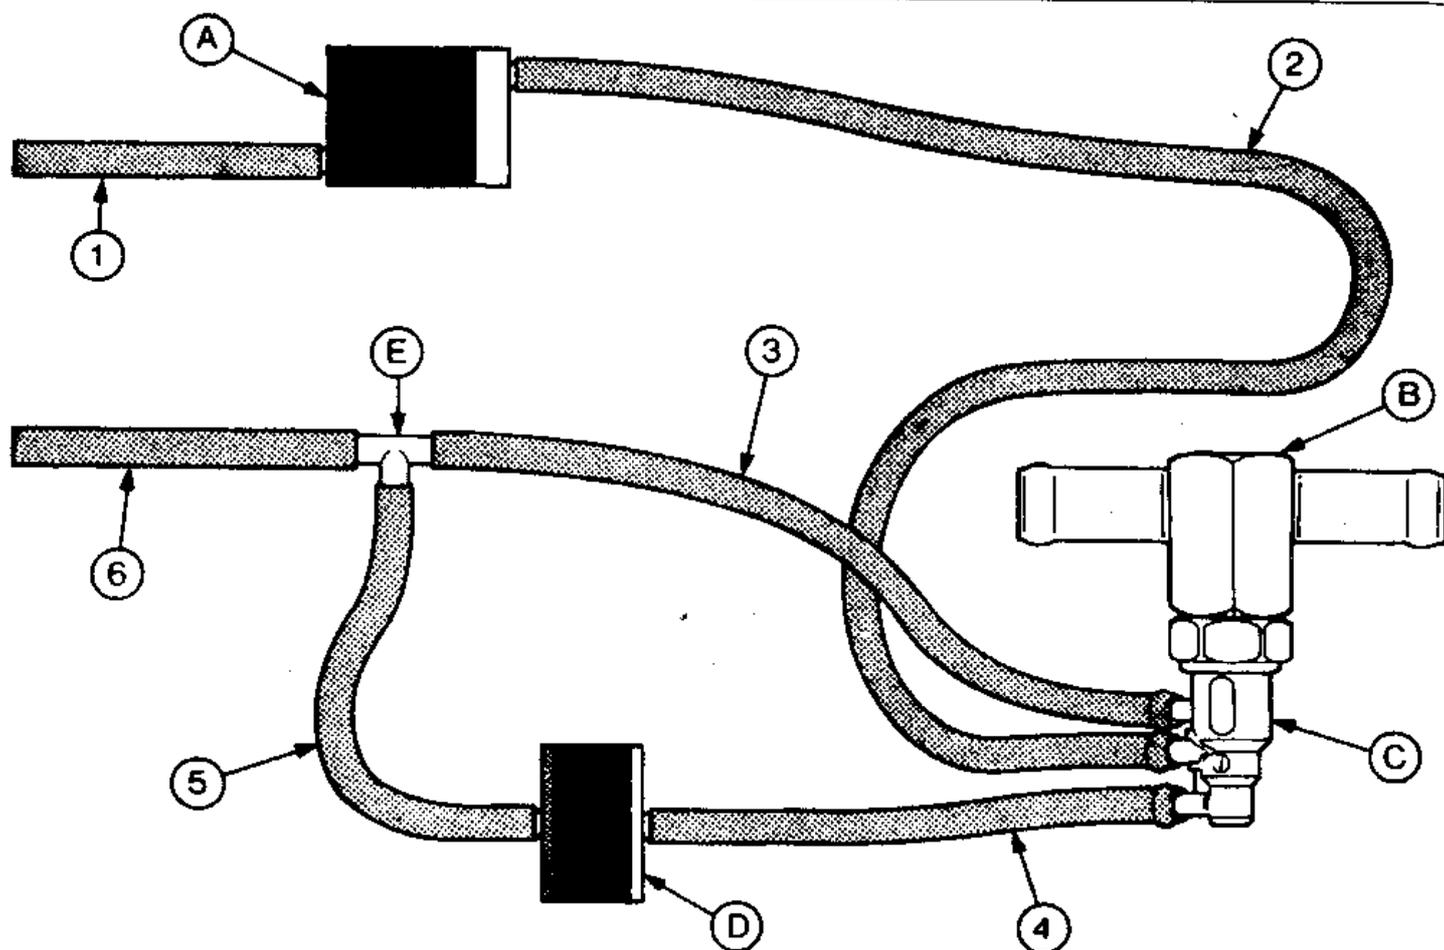

Рис. 4.22. Узлы системы управления зажиганием — самостоятельная установка (Разд. 15)
9. Приготовьте вакуумные шланги длины, указанной на рис.4.22.